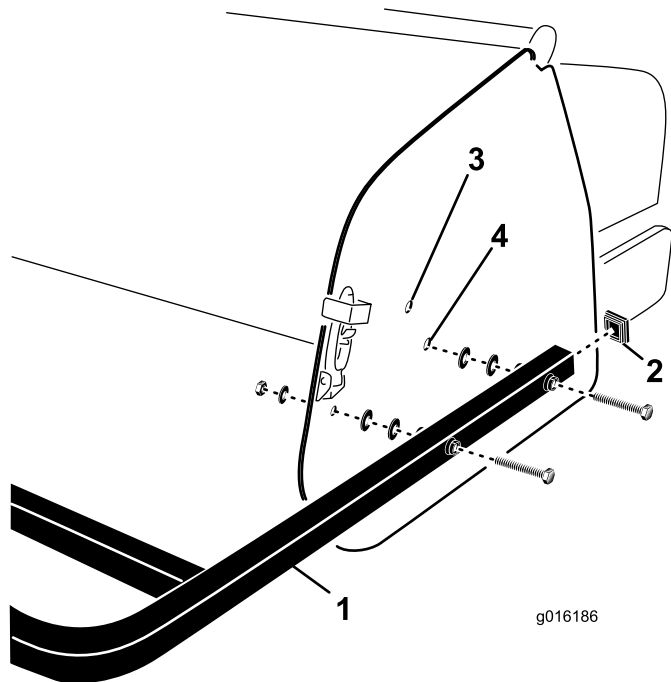

Figure 28
1. Insérez les obturbateurs d'extrémité au bout des tubes de déflecteur arrière (Figure 28).
2. Alignez les trous des tubes de montage du déflecteur arrière sur les trous des plaques latérales de l'aérateur (Figure 28).
3. Fixez les tubes de montage du déflecteur aux plaques latérales avec (4) vis, rondelles plates et écrous (Figure 28).